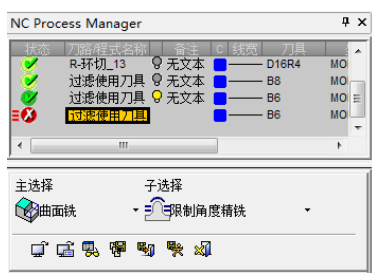

图 3-48 “NC Process Manager”对话框(4)
1) 创建程序。单击“加工向导”工具栏上的“加工程序”按钮，弹出“NC Process Manager”对话框(4)，“主选择”为“曲面铣”，“子选择”为“限制角度精铣”，如图 3-48 所示。